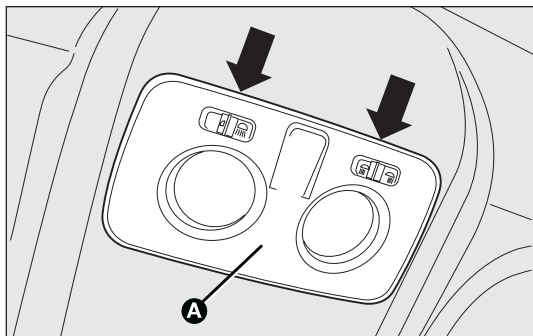
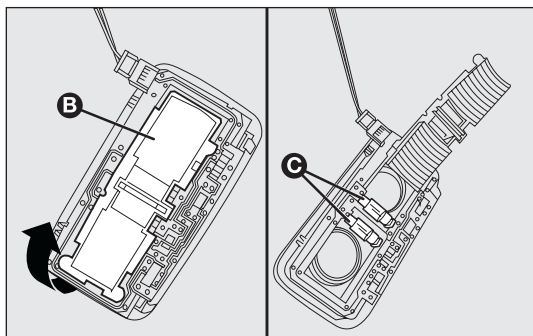

fig. 166
fig. 167
- ❑ agir sur les points indiqués par les flèches et enlever le plafonnier A-fig. 166 ;
- ❑ ouvrir le volet de protection B-fig. 167 ;
- ❑ refermer la trappe B-fig. 167 et fixer le plafonnier A-fig. 166 dans son logement, puis vérifier qu'il soit bien bloqué.